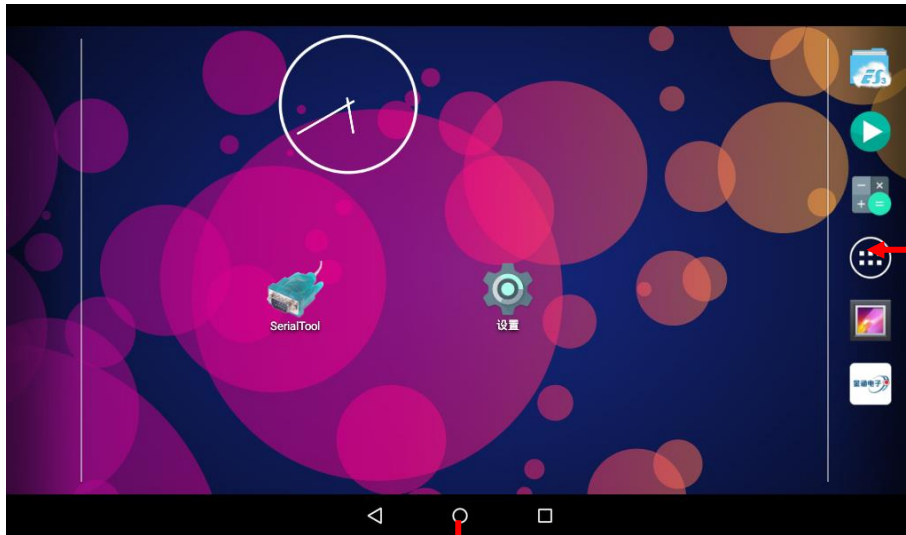

图3-12
- 1) 从屏幕顶部下拉打开下拉菜单，轻点波形录制图标即可进行视频录制。如图3-12